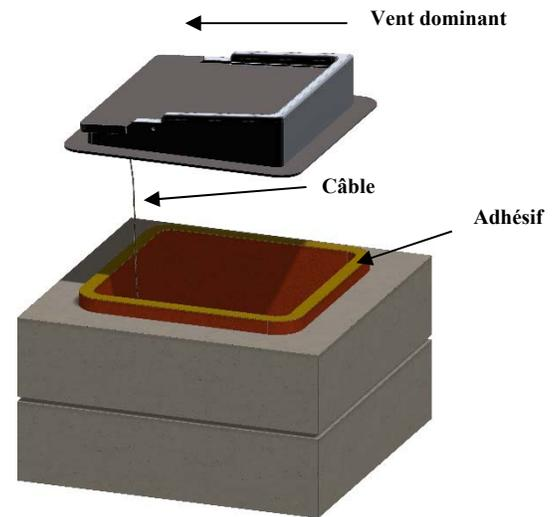

Figure 28. Installer le volet de montage supérieur
A. Si vous installez un registre avec ce modèle de foyer Stone Age, utilisez un registre à montage supérieur et suivez les instructions fournies avec le registre. Orientez correctement le côté le plus haut du clapet en fonction des vents dominants de votre région. Voir la figure 28.